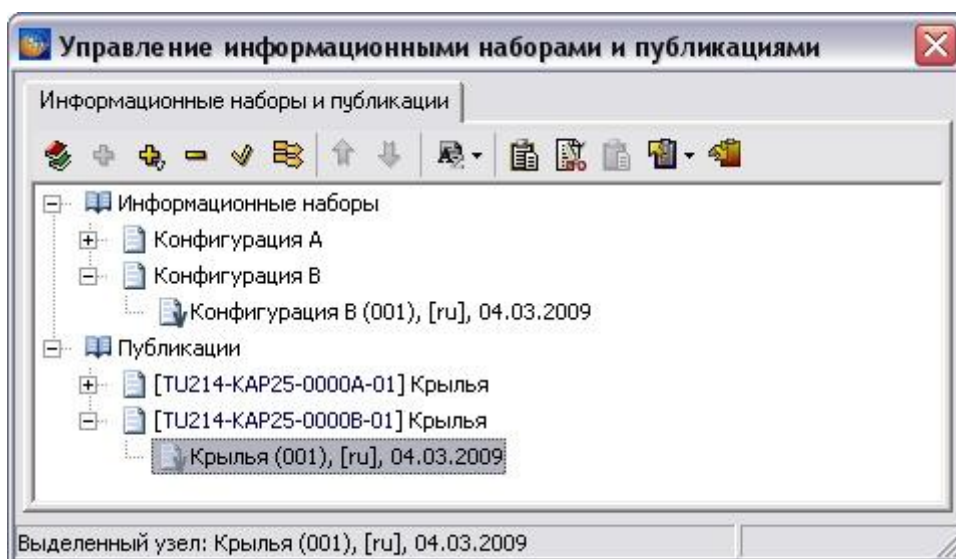

Рис. 24.15. Публикации для конфигурации В
3. В окне управления информационными наборами и публикациями сформируйте новые информационные наборы, отражающие перечень МД, актуальный для создаваемой конфигурации (Рис. 24.15).
4. Создайте новые публикации, задав для них соответствующие новые коды. Наименования, скорее всего, будут совпадать с наименованиями соответствующих публикаций для базовой конфигурации (Рис. 24.15).
5. Создайте версию публикации, задав все необходимые атрибуты (Рис. 24.15).